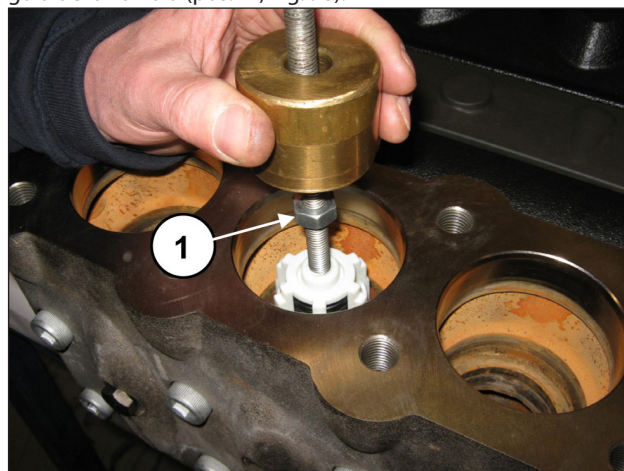

Fig. 98
Extraer el grupo de la válvula de envío introduciendo un extractor de percusión (cód. 27516400) en el orificio M10 de la guía de la válvula (pos. ①, Fig. 98).